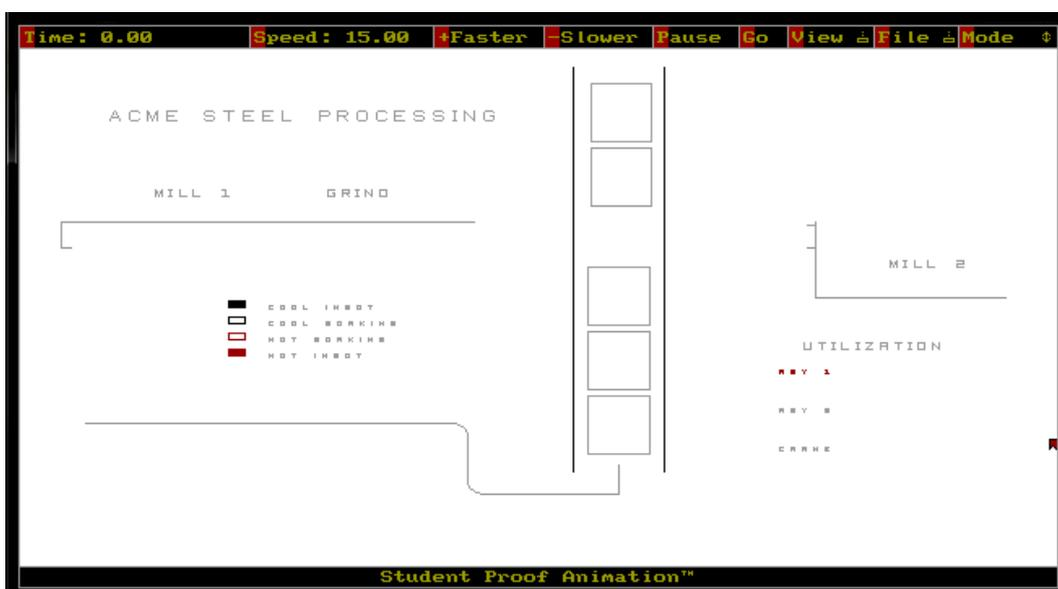

Рис. 2-2 Вид модели STEEL в начальный момент времени
2. Выведите на экран анимационную модель обработки стальных заготовок путем входа с помощью мыши в пункт «File» верхнего горизонтального меню, подпункт «Open Layout & Trace». В появившемся в центре экрана вертикальном меню выберите пункт STEEL путем нажатия на нем левой клавиши мыши, на экране появится окно, представленное на рис. 2-2.